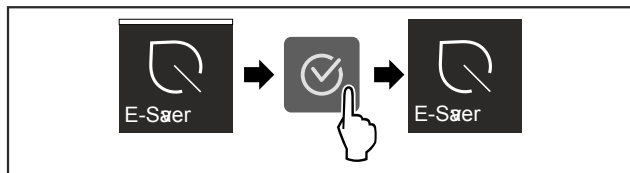

Fig. 16
- ▶ Proved'te akční kroky (viz Fig. 16) .